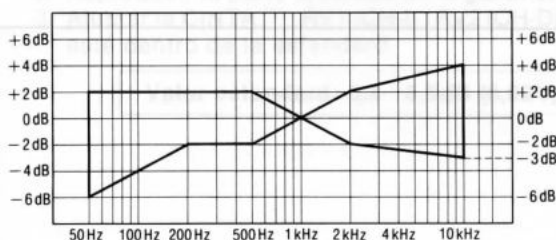

Fig. 7
3. Faire jouer le signal enregistré à l'étape 2 et vérifier que le niveau de chaque fréquence de sortie soit en deçà de la plage montrée à la Fig. 7 en comparaison avec la fréquence de référence (1 kHz).